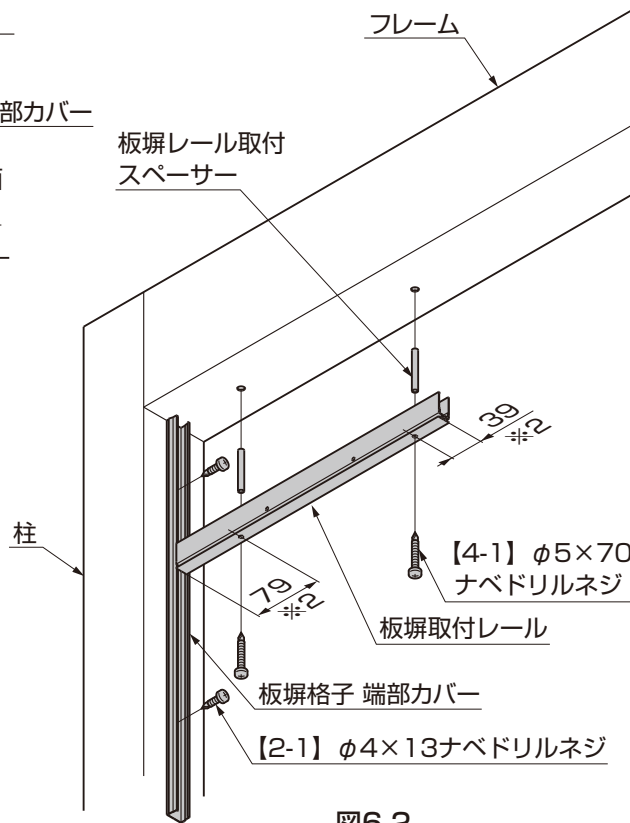

図6-2
①穴加工した板塀格子 端部カバーを柱に【2-1】で取付けてください。(図6-2参照)
②板塀レール取付スペーサーを板塀取付レールにはさま込み【4-1】でフレームに取付けてください。(図6-2参照)
- 板塀取付レールには向きがあります。※2の寸法を確認して取付けてください。(図6-2参照)